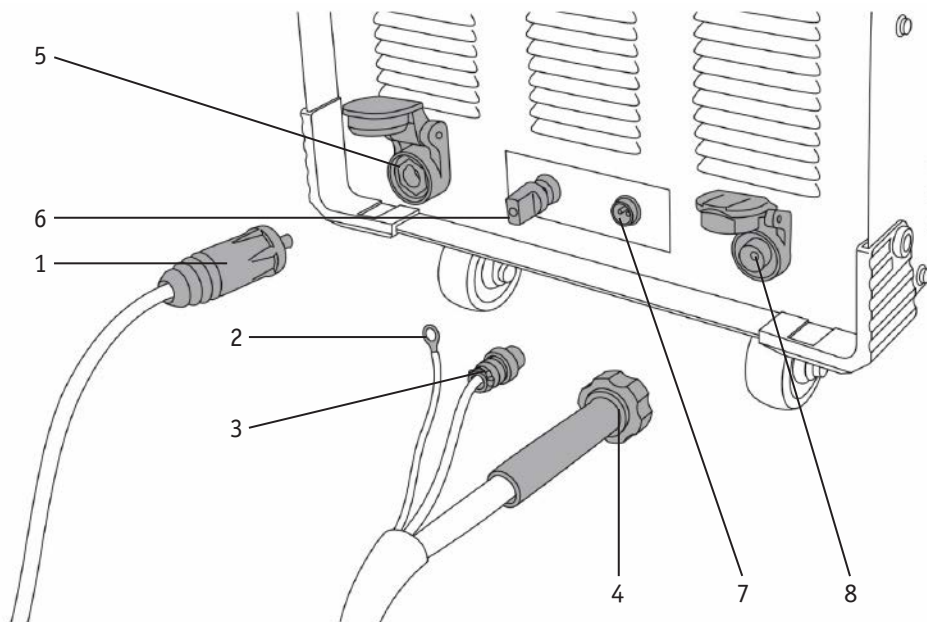
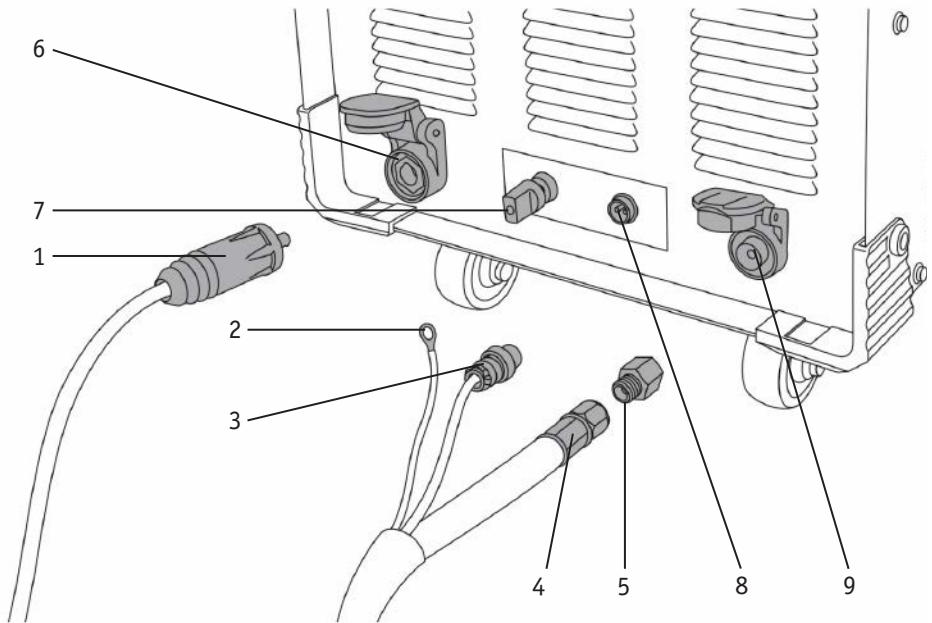

Рис. 7.6.1. Подключение плазмотрона.
Рис. 7.6.2. Подключение ручного плазматрона.
5. Подключите резьбовой разъем плазмотрона к разъему аппарата на передней панели, если у вас плазмотрон, поставляемый в комплекте с аппаратом. **Плазмотрон из ассортимента ГК «СВАРОГ» подключается через резьбовой переходник 1/4 (внеш.) – М16х1,5 (внут.) IZT5683** (см. рис. 7.6.2). Убедитесь в плотной фиксации резьбового соединения. Подключите 2-pin разъем для управления включением плазмотрона в разъем на панели аппарата. Подключите провод высокочастотного поджига и зафиксируйте его специальной прижимной шайбой M8 (см. рис. 7.6.1).
4. Подключите резьбовой разъем плазмотрона к разъему аппарата на передней панели (см. рис. 7.6.1), если у вас плазмотрон, поставляемый в комплекте с аппаратом. **Плазмотрон из ассортимента ГК «СВАРОГ» подключается через резьбовой переходник ¼ (внеш.) – М16х1,5 (внут.) IZT5683** (см. рис. 7.6.2). Убедитесь в плотной фиксации резьбового сое-
динения. Подключите 2-pin разъем для управления включением плазмотрона в разъем на панели аппарата, подключите провод высокочастотного поджига и зафиксируйте его специальной прижимной шайбой М8 (см. рис. 7.6.1).